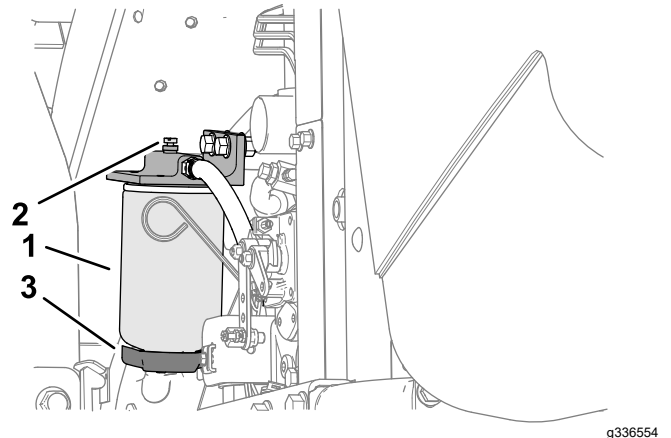

图 68
4. 松开过滤器过滤筒底部的排油阀 (图 68)。
3. 清洁滤清器过滤筒的安装区域图 68。